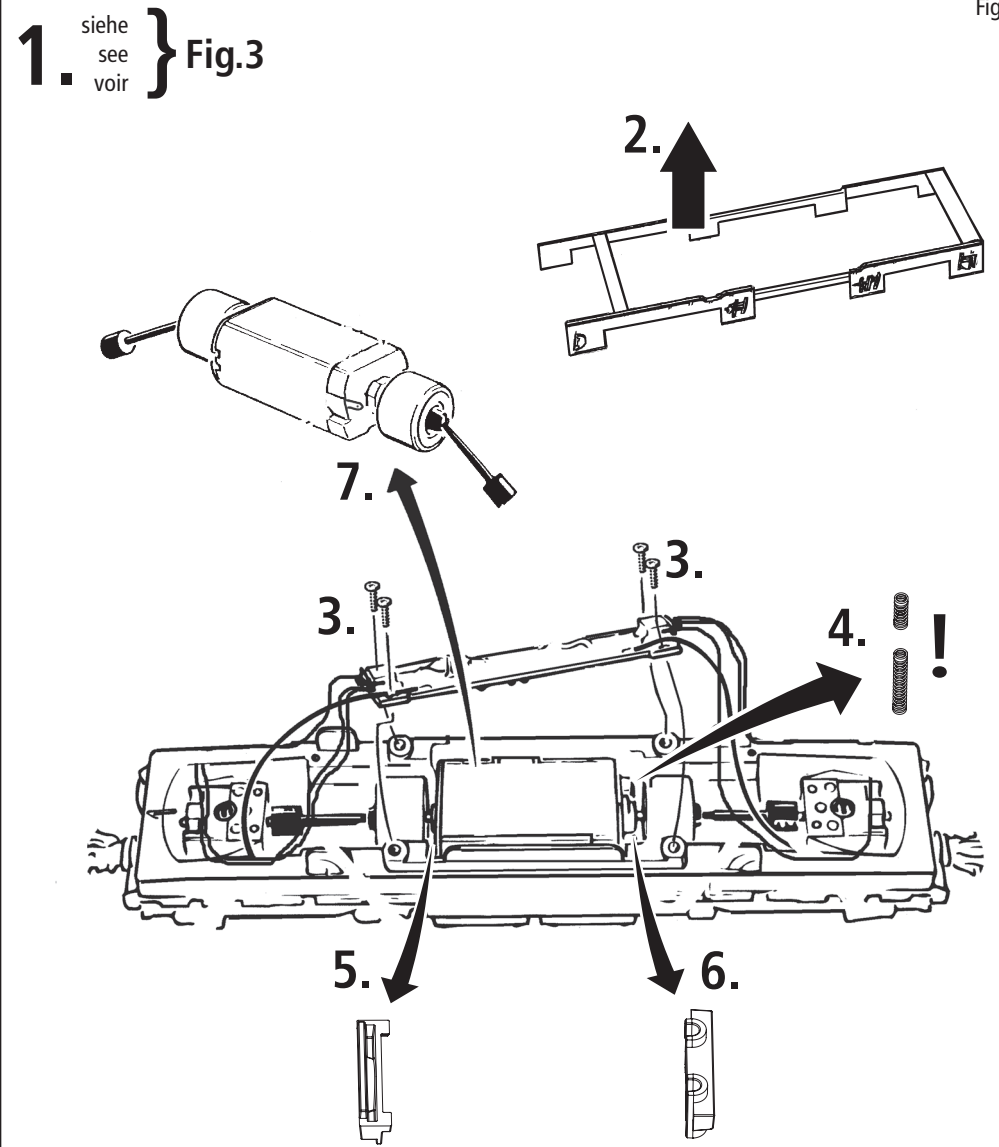

Fig. 10
Ausführung für Wechselstrom: siehe Fig. 10
A.C. operation: see fig. 10
voir fig. 10
4. Remplacement du moteur: Démontez la caisse (voir fig. 3). Démontez ensuite le moteur (fig. 10).